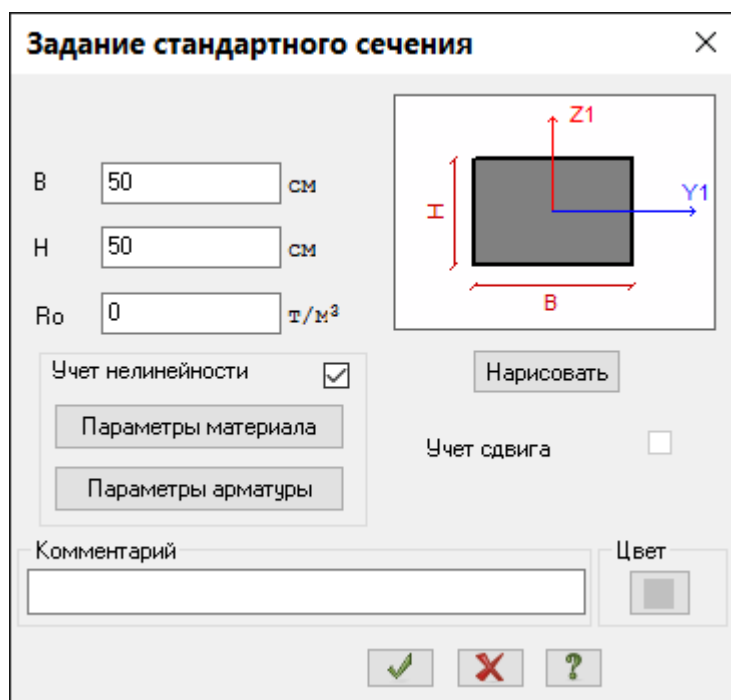
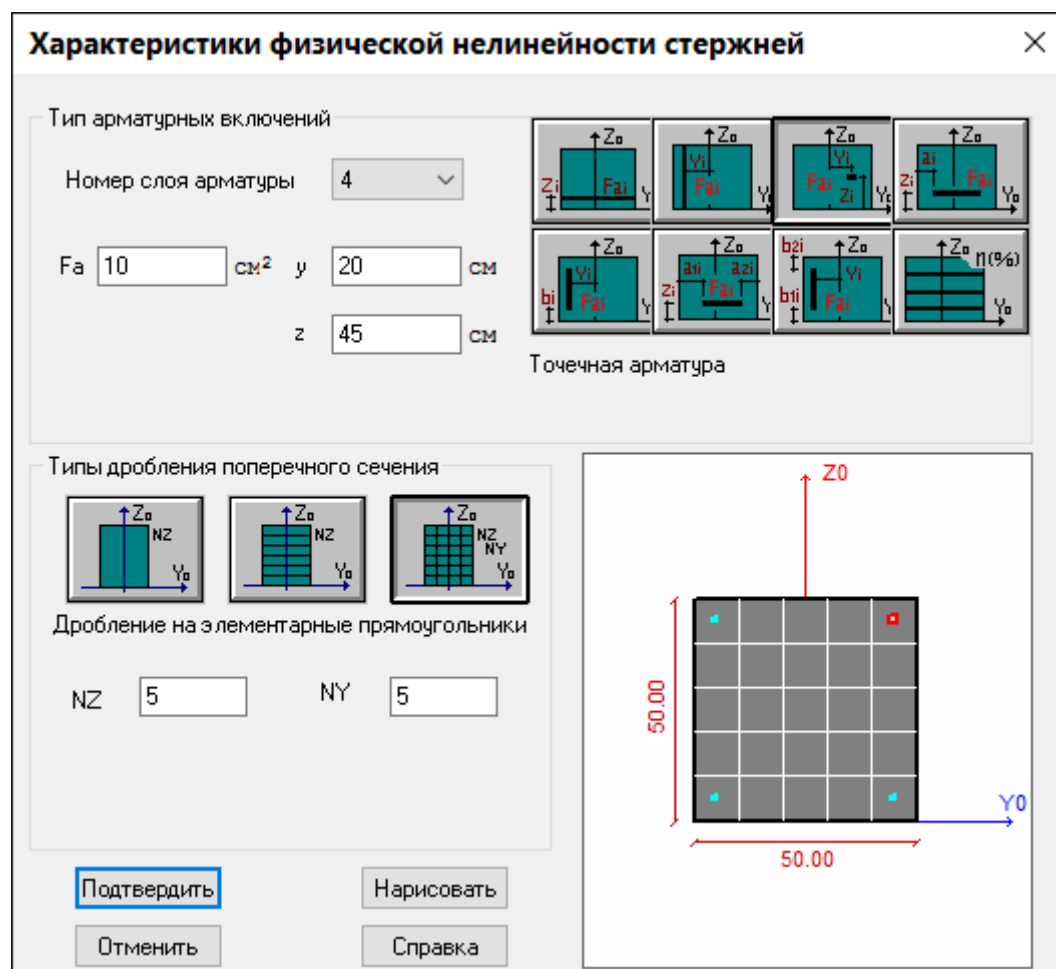

Рис.16.6. Диалоговое окно Задание стандартного сечения
Рис.16.9. Диалоговое окно Характеристики физической нелинейности стержней
- В диалоговом окне **Задание стандартного сечения** (рис.16.6) задайте параметры сечения **Брус**:
- Для задания расположения и площади арматуры, в диалоговом окне **Задание стандартного сечения** (рис.16.6) щелкните по кнопке **Параметры арматуры**. Вызывается диалоговое окно **Характеристики физической нелинейности стержней** (рис.16.9).